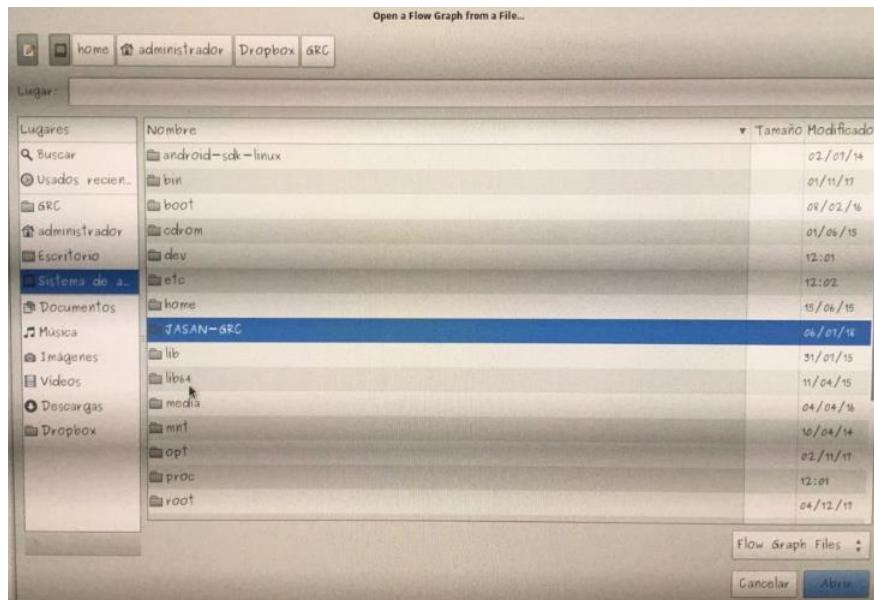

**Figura 35:** Abrir terminal en PC Linux.
3. Presione enter, le solicitará la contraseña , tecleé :usrp (ver **Figura 35**).